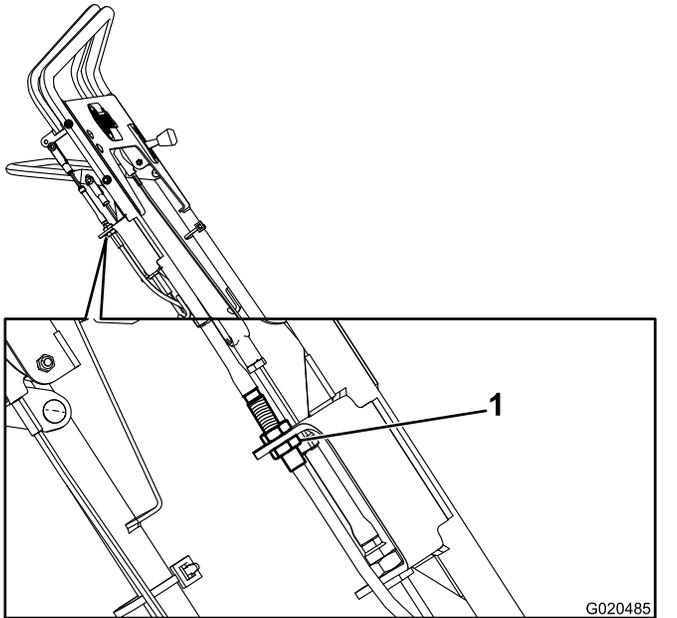

Figure 31
- Sur le support, desserrez et déposez le câble de réglage de la tringlerie (Figure 31).
- Déplacez l'écrou inférieur au bout du filetage (Figure 31).